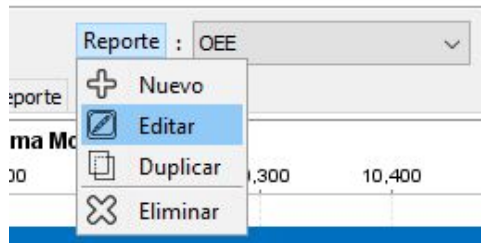

Ilustración 5: Editar Reporte
- Si se desea editar los indicadores o tuplas que aparecen en el gráfico, Seleccione el reporte que desea editar (OEE o FPN) y luego seleccione **“Editar”** de el Combobox “Reporte” (Ver Ilustración 5).